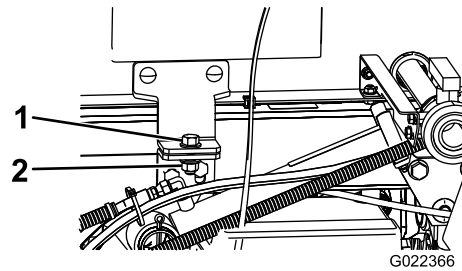

Figure 99
5. Retirez les boulons de sécurité à l'avant du patin (Figure 99).